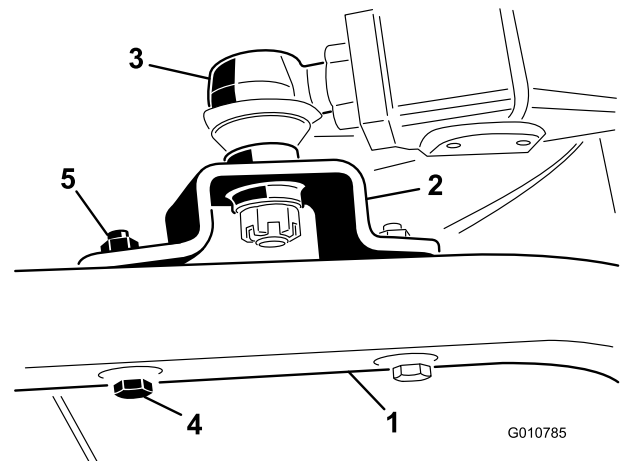

図 6
- ボールジョイントのマウントを、各キャスタアームに固定するキャップスクリュー7/16 x 3 インチ2本とフランジナット7/16 インチを使用する図6。
- ボールジョイントを昇降アームに固定している大きいジャムナットを締め付ける図6。